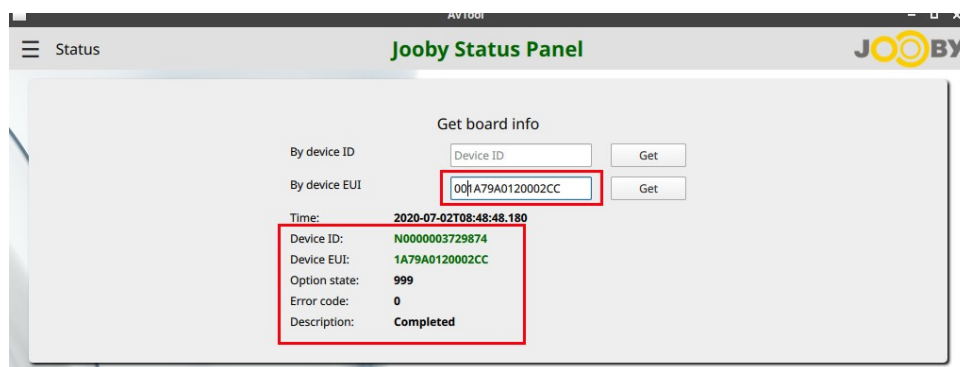

Рисунок 21
- ✓ получить информацию об устройстве по связанному с ним **Device EUI** (Рисунок 21)